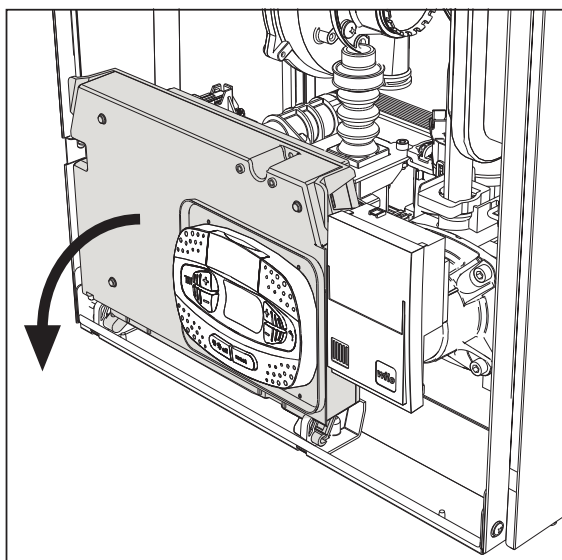
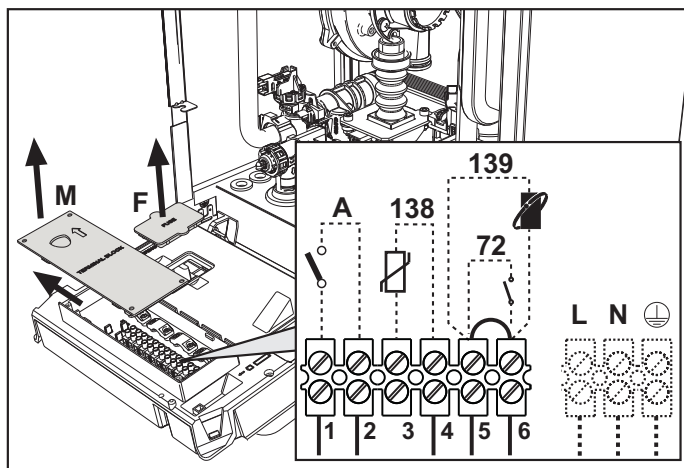

fig. 19
fig. 20
Dopo aver tolto il pannello frontale (*** 'Apertura del pannello frontale' on page 32 ***) è possibile accedere alla morsettiere (M) e al fusibile (F) seguendo le indicazioni descritte di seguito (fig. 19 e fig. 20). **I morsetti indicati nella fig. 20 devono essere a contatti puliti (non 230V).** La disposizione dei morsetti per i diversi allacciamenti è riportata anche nello schema elettrico alla fig. 62.